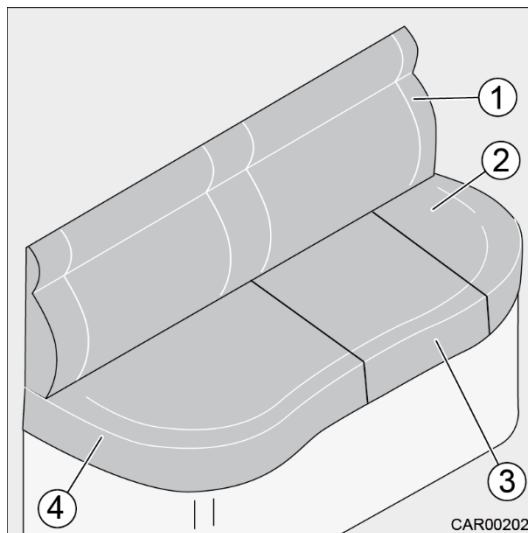

Fig. 22 Transformation du 5^e siège
- Retirer tous les coussins (Fig. 22/1, 2, 3 et 4).
- Enlever le coussin amovible (Fig. 22/2) du coussin d'assise (Fig. 22/3) et le ranger.
12. Installer le coussin d'assise (Fig. 22/3).